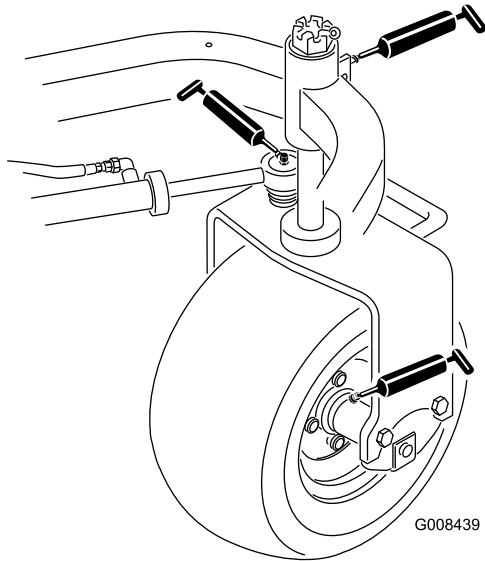

図 28
- 後ホイールハブヶ所 図 28
- キャスタベアリング1ヶ所 図 28
- ステアリングシリンダ2ヶ所 図 28